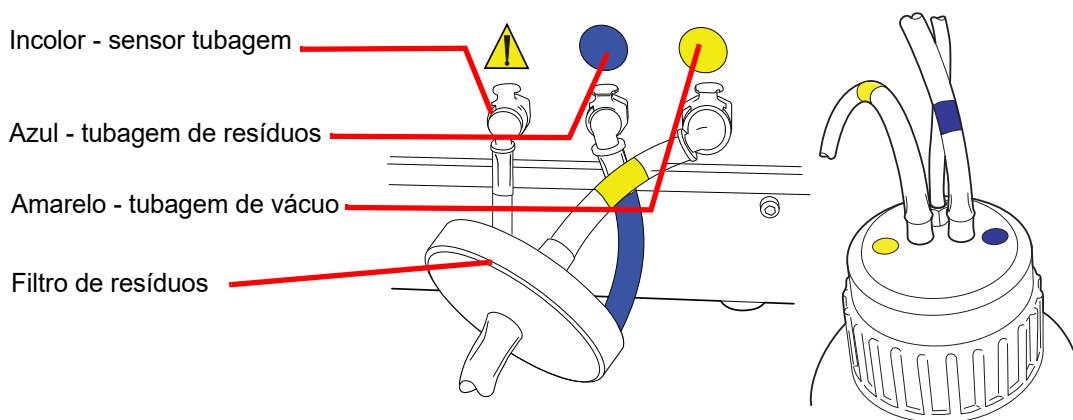

Figura 8-18 Ligações das tubagens da garrafa de resíduos
- Localize as três ligações da garrafa de resíduos, na parte de trás do Processador ThinPrep Genesis. Consulte Figura 8-18. Certifique-se de que os botões dos conectores estão na posição para baixo/para dentro.